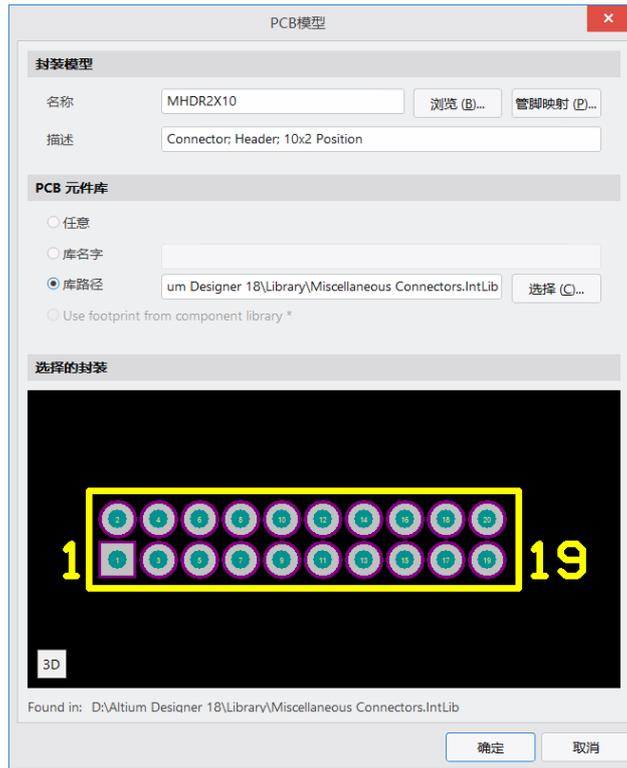

图 5-23 加载封装
(6) 单击 **确定** 按钮，关闭【浏览库】对话框，加载相应的封装库。此时，【PCB 模型】对话框中已加载了选中的封装，如图 5-23 所示。